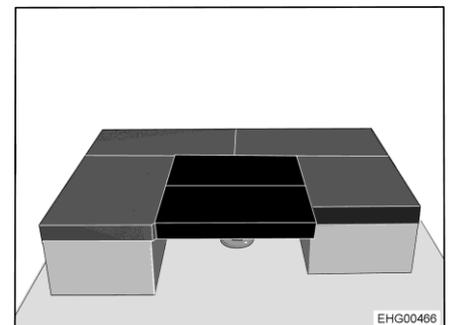

Fig. 159 Après la transformation
- Placer 2 coussins supplémentaires transversalement sur la table (voir Fig. 159).